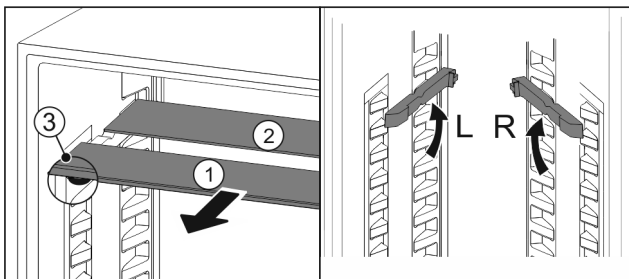

Fig. 93
- ▶ 将玻璃隔板逐个向前拉出 Fig. 93 (1)。
- ▶ 带装饰条的玻璃隔板 Fig. 93 (1)在前。
- ▶ 阻挡装置 Fig. 93 (3)指向下方。